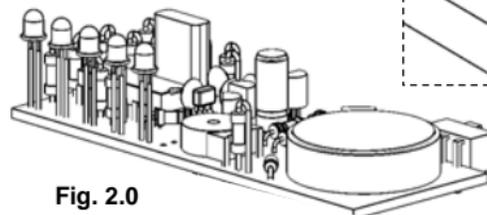

Fig. 2.0
- ❑ Saldare i conduttori "segnale" al terminale 'OUT' del PCB (vedi fig. 2.0).
- ❑ Saldare la schermatura del cavo al terminale 'GND' del PCB (vedi fig. 2.0).